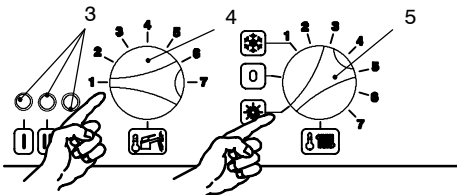
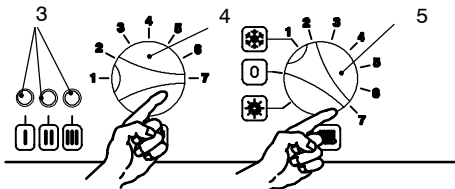

fig. 7.1
fig. 7.2
- 5 Gire el mando para la regulación de la temperatura de los sanitarios (4) y el mando de selección de función (5) en sentido contrario al de las agujas del reloj y colocar los conmutadores como en la fig. 7.1.
- 7 Los indicadores de señalación 3 (fig. 7.1) parpadean alternativamente: el primo y el tercio parpadean alternativamente con el segundo. ha iniciado la cuenta del tiempo disponible para la validación de la programación de los parámetros (5sec).
- 8 Gire los mandos 4 y 5 simultáneamente en el sentido de las agujas del reloj hasta el tope (fig. 7.2), a continuación gírelos en sentido contrario al de las agujas del reloj hasta el mínimo (fig. 7.1).
sentido de las agujas del reloj y colocarlo como en la fig. 7.2.